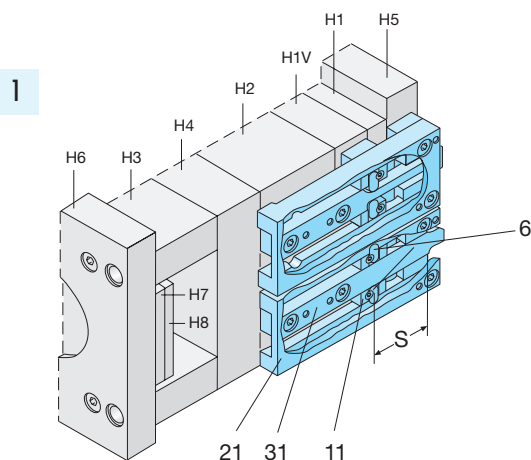
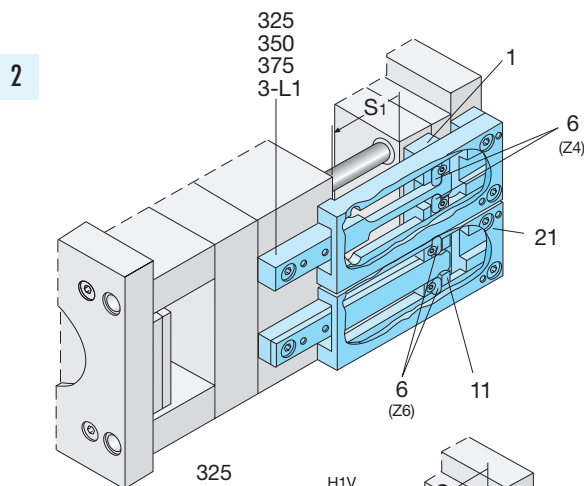

Abbildung 2
Abbildung 3
Encaster le support (2) et la plaquette d'usure (15) et la barre de support (3), dans les plaques porte-empreinte selon les cotes indiquées dans le catalogue (voir fig. 2). Veiller à laisser suffisamment de jeu pour le levier de l'ouvre-moules. Une fois la course d'ouverture (S1) déterminée, visser la came (5) et la goupiller après avoir ajusté tous les ouvre-moules (voir fig. 3, 4 + 5).